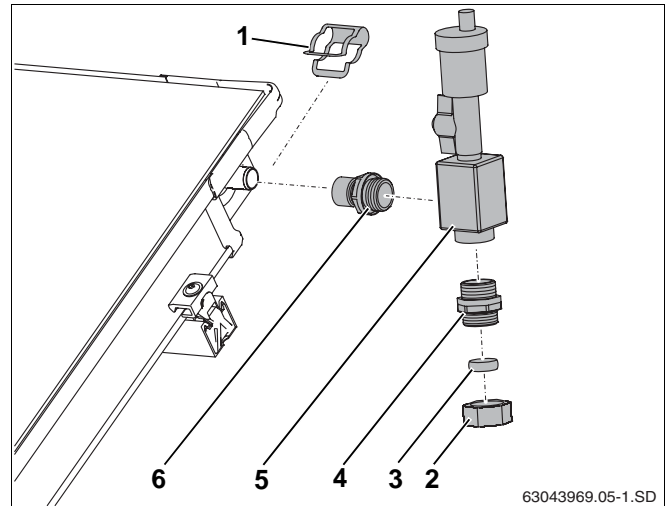

Bild 60 Ansluta avluftare
- ▶ Skruva fast nippeln (bild 60, **pos. 6**) och skärningskopplingen (bild 60, **pos. 4**) i luftbehållaren (O-ringstätning).
- ▶ Skjut luftbehållaren (bild 60, **pos. 5**) med nippeln till solpanelsanslutningen och säkra med klämma.
- ▶ Anslut värmebärarledningen till skärningskopplingen (18 mm) (bild 60, **pos. 2**).